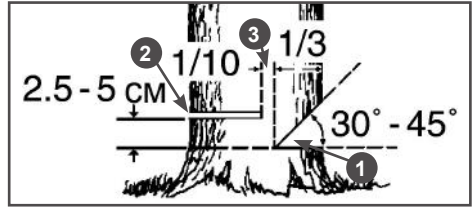

Рис.12 Расположение запила, пропила и недопила
- Выберите направления падения дерева, для этого следует учесть силу и направление ветра, естественный наклон дерева, равномерность распределения веток в кроне дерева. Начните пилить с той стороны дерева, куда оно должно упасть (Рис.12).
Ни в коем случае не допиливать до конца недопил (3) Рис.12, так как вы не сможете контролировать направление падения дерева.